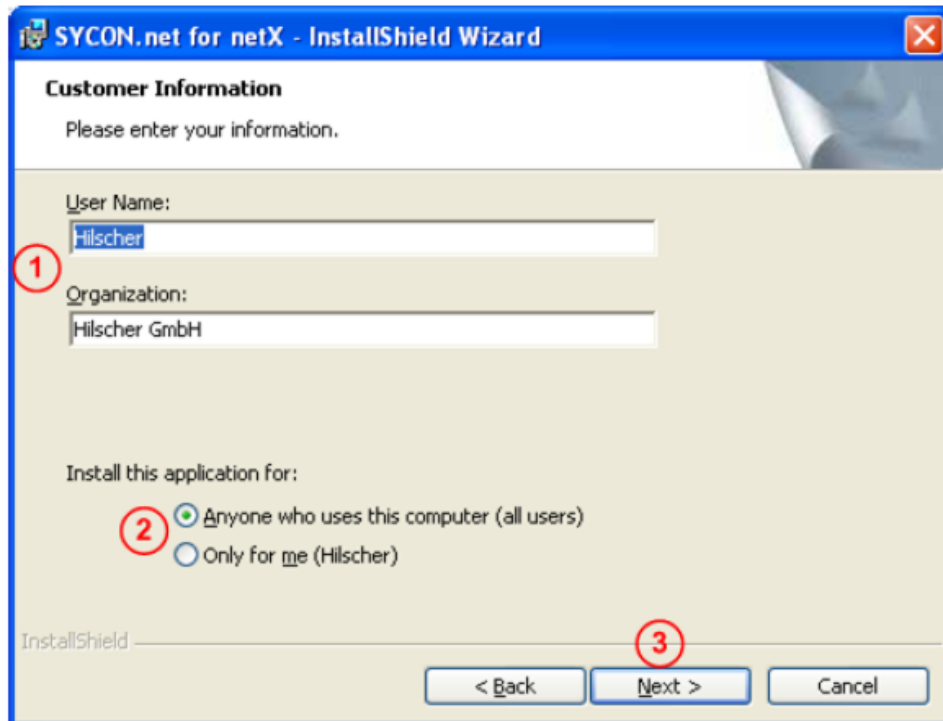

图 8
6) 填写用户名、公司名及软件使用者，单击 Next，进行下一步安装，如图 8 所示：